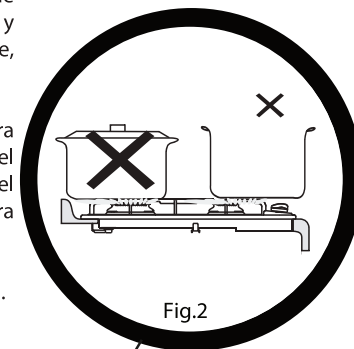

Fig.2
- Los recipientes colocados no deben sobresalir fuera de los límites de la encimera, para que el efecto del rebote de la llama no perjudique las perillas y el salpicadero del mueble en donde se encuentra empotrada la encimera. (fig. 2)